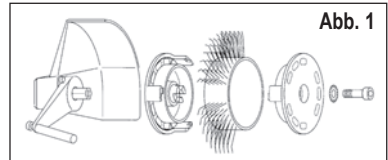
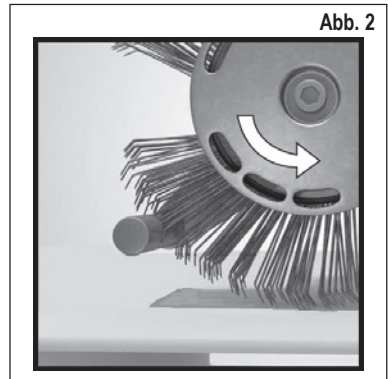

Abb. 1
Abb. 2
1. Stromversorgung unterbrechen und dann **MBX®** Bristle Blaster® Band 23 mm ordnungsgemäß mit dem entsprechenden Aufnahmesystem (Laufrichtung beachten) und der dafür vorgesehenen Fächerscheibe und Schraube am Werkzeug befestigen. **Siehe Abb. 1 und Abb. 2**
Verwenden Sie ein **MBX**® Band in der falschen Laufrichtung? – Richten Sie das Bürstenband so aus, dass es in die vorschriftmäßige Richtung läuft (siehe Kapitel 5, Inbetriebnahme, Abb. 2).